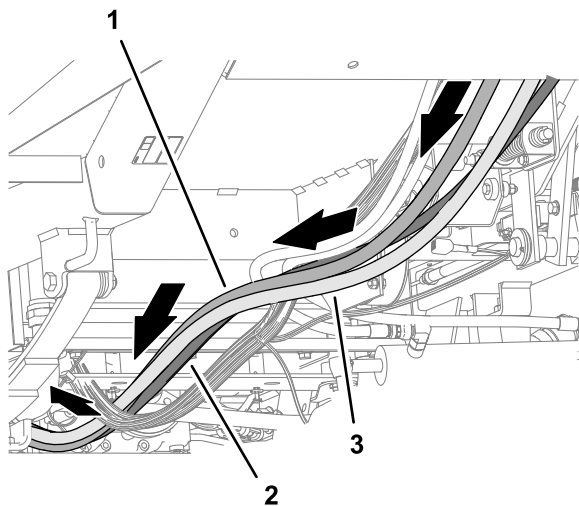

Bild 124
7. Verlegen Sie die beiden Hydraulikpumpenschläuche und den Tankrücklaufschlauch nach hinten, entlang des rechten Rahmenrohrs der Maschine (**Bild 124**).